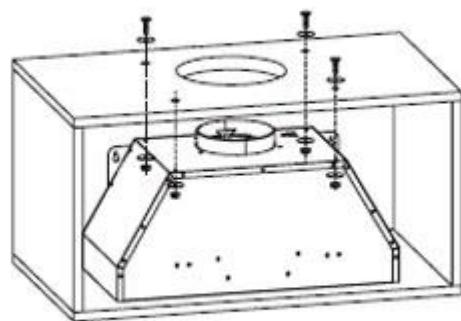

Рис. 10
2. Используйте 8 винтов M4\*35, 8 шайб и 4 гайки для крепления корпуса к верхней части шкафа. Убедитесь, что корпус плотно прилегает к нижней части шкафа. Смотрите рис. 10.